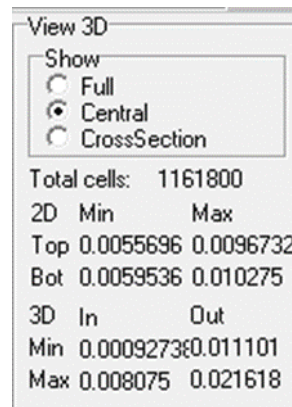

図 9. 三次元モデルにおけるメッシュサイズ表示画面
- Flow Module GUI 上でのメッシュサイズ表示機能の追加 (図9)